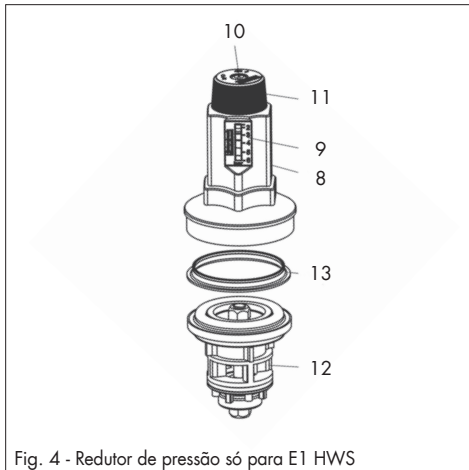

Fig. 4 - Redutor de pressão só para E1 HWS
**Redutor de pressão (só para E1 HWS, Fig. 4) formado por:**